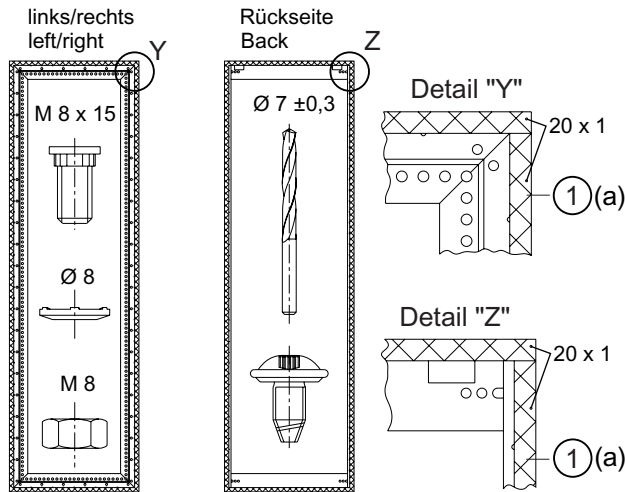

Bild 8a
- 1 Um die Schutzart IP54 zu erreichen, muss vor dem Aneinanderreihen zweier oder mehrerer Schränke jeweils an einer der zu verbindenden Gerüstflächen zwischen der äußeren umlaufenden Lochreihe und der Rahmenkante ein Dichtungsband 20x1 mm umlaufend aufgeklebt werden, siehe Bild 8a (a).